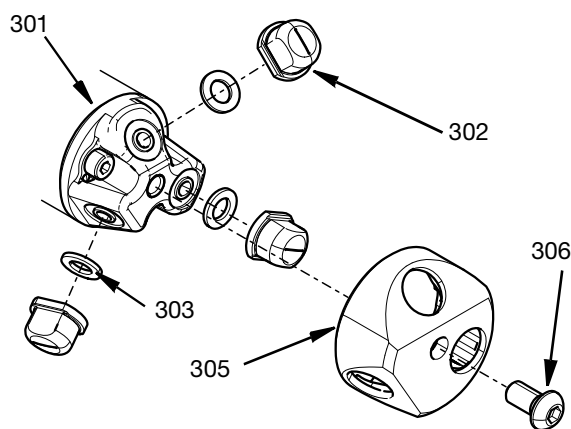

FIG. 4
1. Posizionare tre guarnizioni per ugello (303) nei recessi corrispondenti alla testa dell'ugello (301).
2. Gli ugelli (302) devono essere inseriti nel cappuccio porta-ugelli (305) assicurandosi che siano saldamente avvitati nel cappuccio.
3. Il cappuccio porta-ugelli con gli ugelli inseriti deve essere saldamente fissato alla testa dell'ugello (301) utilizzando la vite a testa esagonale M6 (306) al centro del cappuccio. Serrare a una coppia di 3,3 N•m (29,2 in-lb). Vedere FIG. 4.